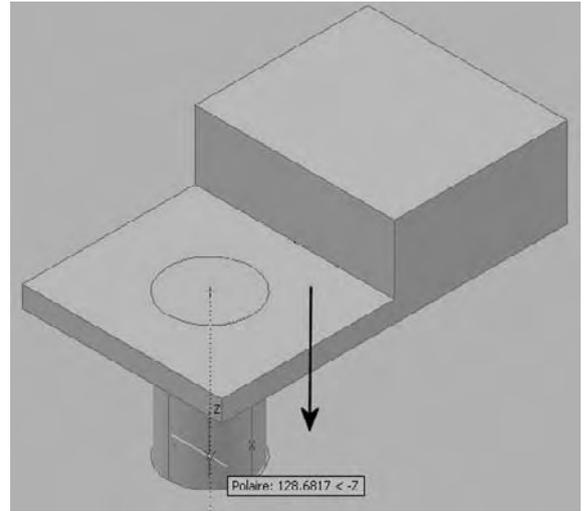

Fig.3.43
- 8] Cliquez ou entrez une valeur pour spécifier la profondeur (fig.3.43 et 3.44).